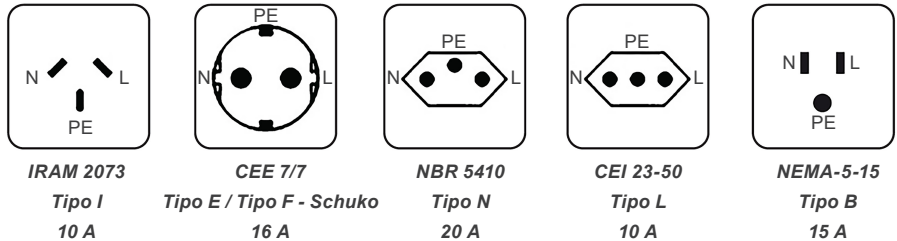

Figura 4.5: Conexão de tomada padrão disponível em diferentes versões para cada país
- Não instalar a estação WEMOB-EASY em uma tomada com polarização diferente da apresentada na Figura 4.5 na página 4-8, exceto se a alimentação for bifásica (sem neutro – N).